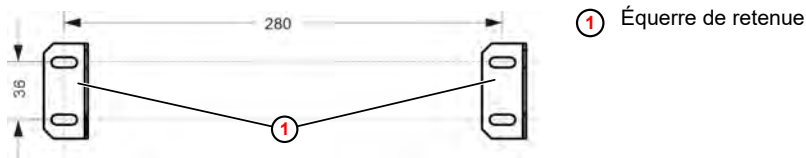

Fig. 7 : Préparer le montage
1. ▶ Préparer la fixation conformément aux indications de la Fig. 7 .
2. ▶ Monter l'équerre de retenue ① sur le mur ou le lave-vaisselle.